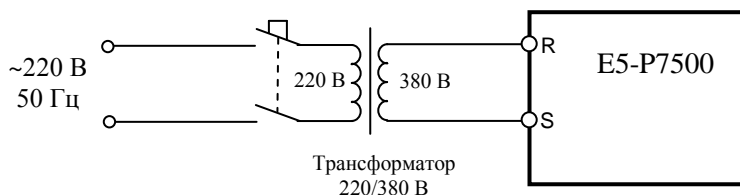

Рис. 4.9. Подключение ПЧ к электросети 1Ф ~220 В через трансформатор 220/380
4.7.1. Подключить преобразователь **E5-P7500-015H...020H** к электросети 3Ф ~380 В (или к электросети 1Ф ~220 В через трансформатор 220/380 В, как показано на рис. 4.9).
4.8.1. Подключить три лампы (~220 В, 40-100 Вт), соединённые по схеме «Звезда» к выходным клеммам U, V, W преобразователя частоты. Подать питание ~380 В 3Ф (или ~220 В 1Ф через трансформатор 220/380 В (см. рис. 4.9)).